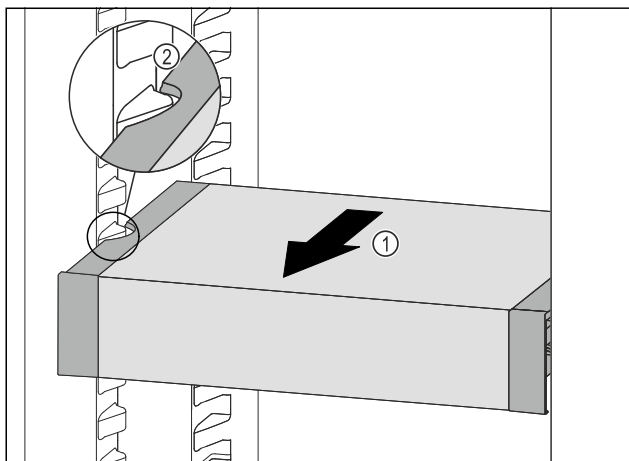

Fig. 108
- VarioSafe dras framåt Fig. 108 (1) tills sidofördjupningarna på VarioSafe är i samma nivå som behållarlisterna i kyldelen. Fig. 108 (2)